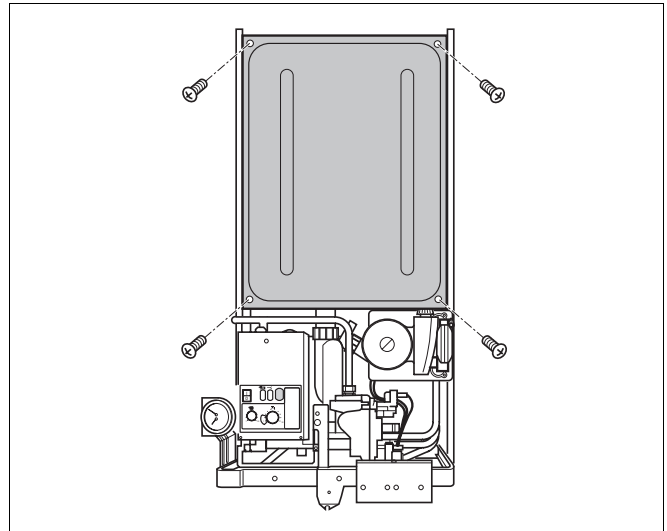

Fig. 27 Rimozione della copertura
- Rimuovere la copertura (fig. 27).